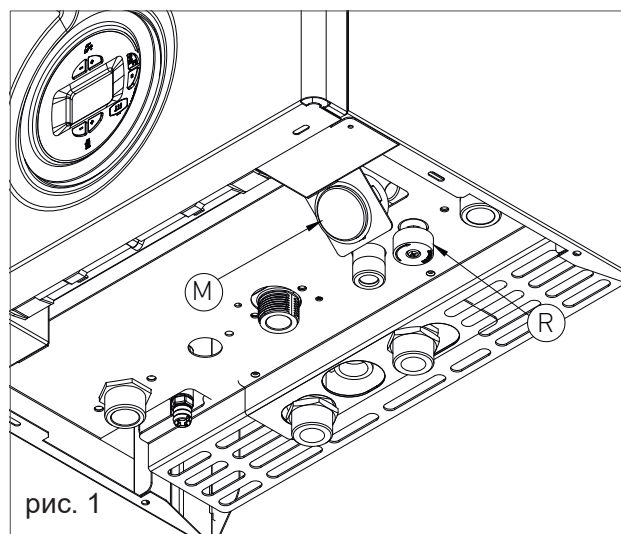
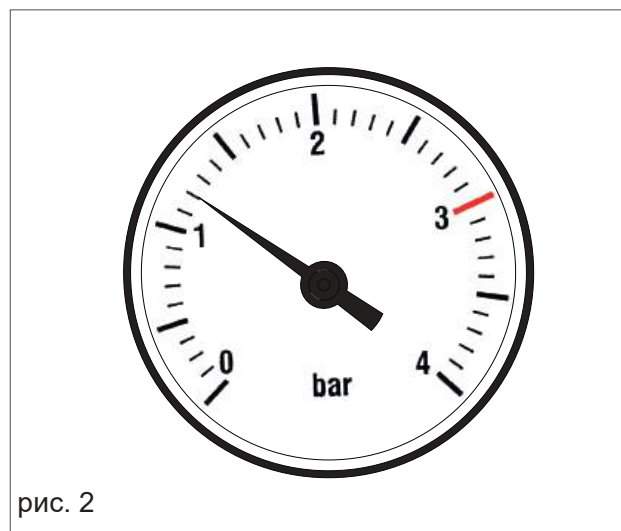

рис. 1
рис. 2
4. ИНДИКАТОР НАЛИЧИЯ ПЛАМЕНИ/ ТАКЖЕ ПРЕДСТАВЛЯЕТ СОБОЙ ТРЁХСТУПЕНЧАТУЮ ШКАЛУ, ОТОБРАЖАЮЩУЮ ИЗМЕНЕНИЕ УРОВНЯ МОЩНОСТИ НАГРЕВА КОТЛА (РИС.2). ПЕРЕКРЕСТНОЕ ПЛАМЯ (МИГАЮЩЕЕ) УКАЗЫВАЕТ НА НАЛИЧИЕ БЛОКИРОВКИ НЕИСПРАВНОСТИ, ТРЕБУЕТСЯ СБРОС;
Для восстановления давления воды внутри системы, откройте кран для заполнения «R» (рис. 1) и с помощью манометра «M» (рис. 1) проверьте, достигает ли давление значения 1,2 бар (см. рис. 2).
Затем надёжно закройте кран для заполнения «R» (рис. 1).